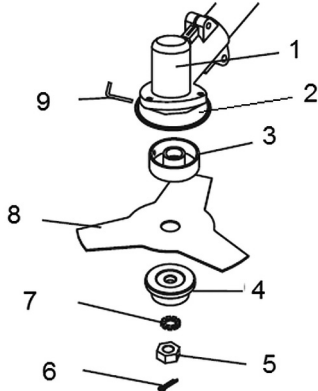
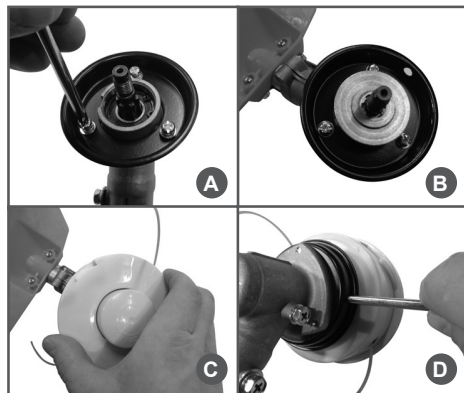

Рис. 3 Конструкция узла крепления ножа
Рис. 7 Установка триммерной головки
тора гайку 5, снимите стопорную 7 и прижимную шайбы 4, снимите защитную шайбу редуктора 3 (Рис. 3).
- Установите чашку редуктора 2 (Рис. 3) так, чтобы отверстие в чашке и выемка в корпусе редуктора встали друг напротив друга, и закрепите ее винтами (Рис. 4А).
- Установите в отверстие защитной шайбы редуктора стопор 9 (ключ шестигранный 4 мм) (Рис. 3).
- Установите нож 8 (Рис. 3) на защитную шайбу редуктора (Рис. 4С).
Для установки триммерной головки открутите гайку крепления ножа, снимите шайбу стопорную и прижимную шайбу ножа, как показано на Рис. 3, 7В и закрутите триммерную головку (Рис. 7С). Удерживая стопор, произведите окончательную затяжку триммерной головки (Рис. 7D).